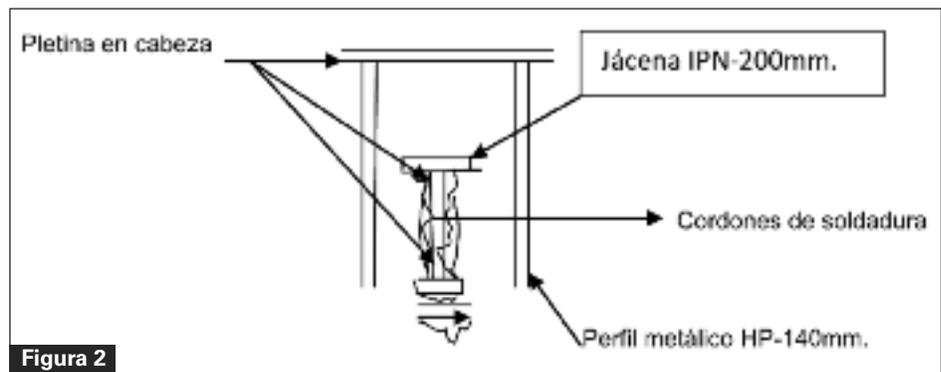

Figura 2
- Valores superiores a los que se obtienen en servicio, teniendo un coeficiente de seguridad de 4 (Figura 2).